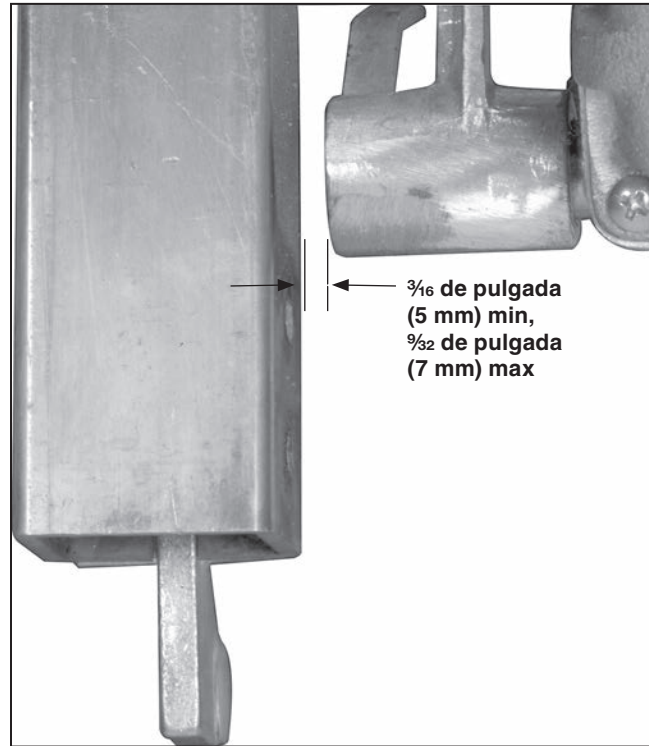

Figura 40. Debe haber una separación entre el extremo de la flecha de la palanca de la cámara interruptiva y el ensamble de la cuchilla.
- (g) Mueva el ensamble de la cuchilla *lentamente* hacia la posición de cerrado hasta que el ensamble de la cuchilla se encuentre debajo de la flecha de la palanca de la cámara interruptiva. Verifique el espacio entre el extremo de la flecha de la palanca de la cámara interruptiva y el ensamble de la cuchilla esté entre $\frac{3}{16}$ de pulgada (5 mm) y $\frac{1}{32}$ de pulgada (7 mm). Vea la Figura 40.